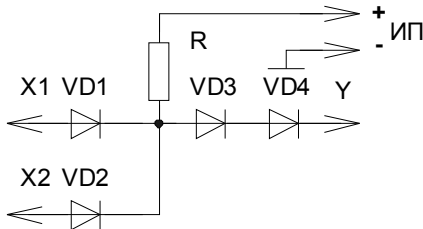

Рис. 169
2. Элемент ИЛИ. В простейшем случае реализуется на полупроводниковых диодах (смотрите рисунок 169). Необходимым условием для работы является: 1)  $U_{вх}^1 > U_{ип}$ ; 2)  $R \gg R_{i.пр}$ .